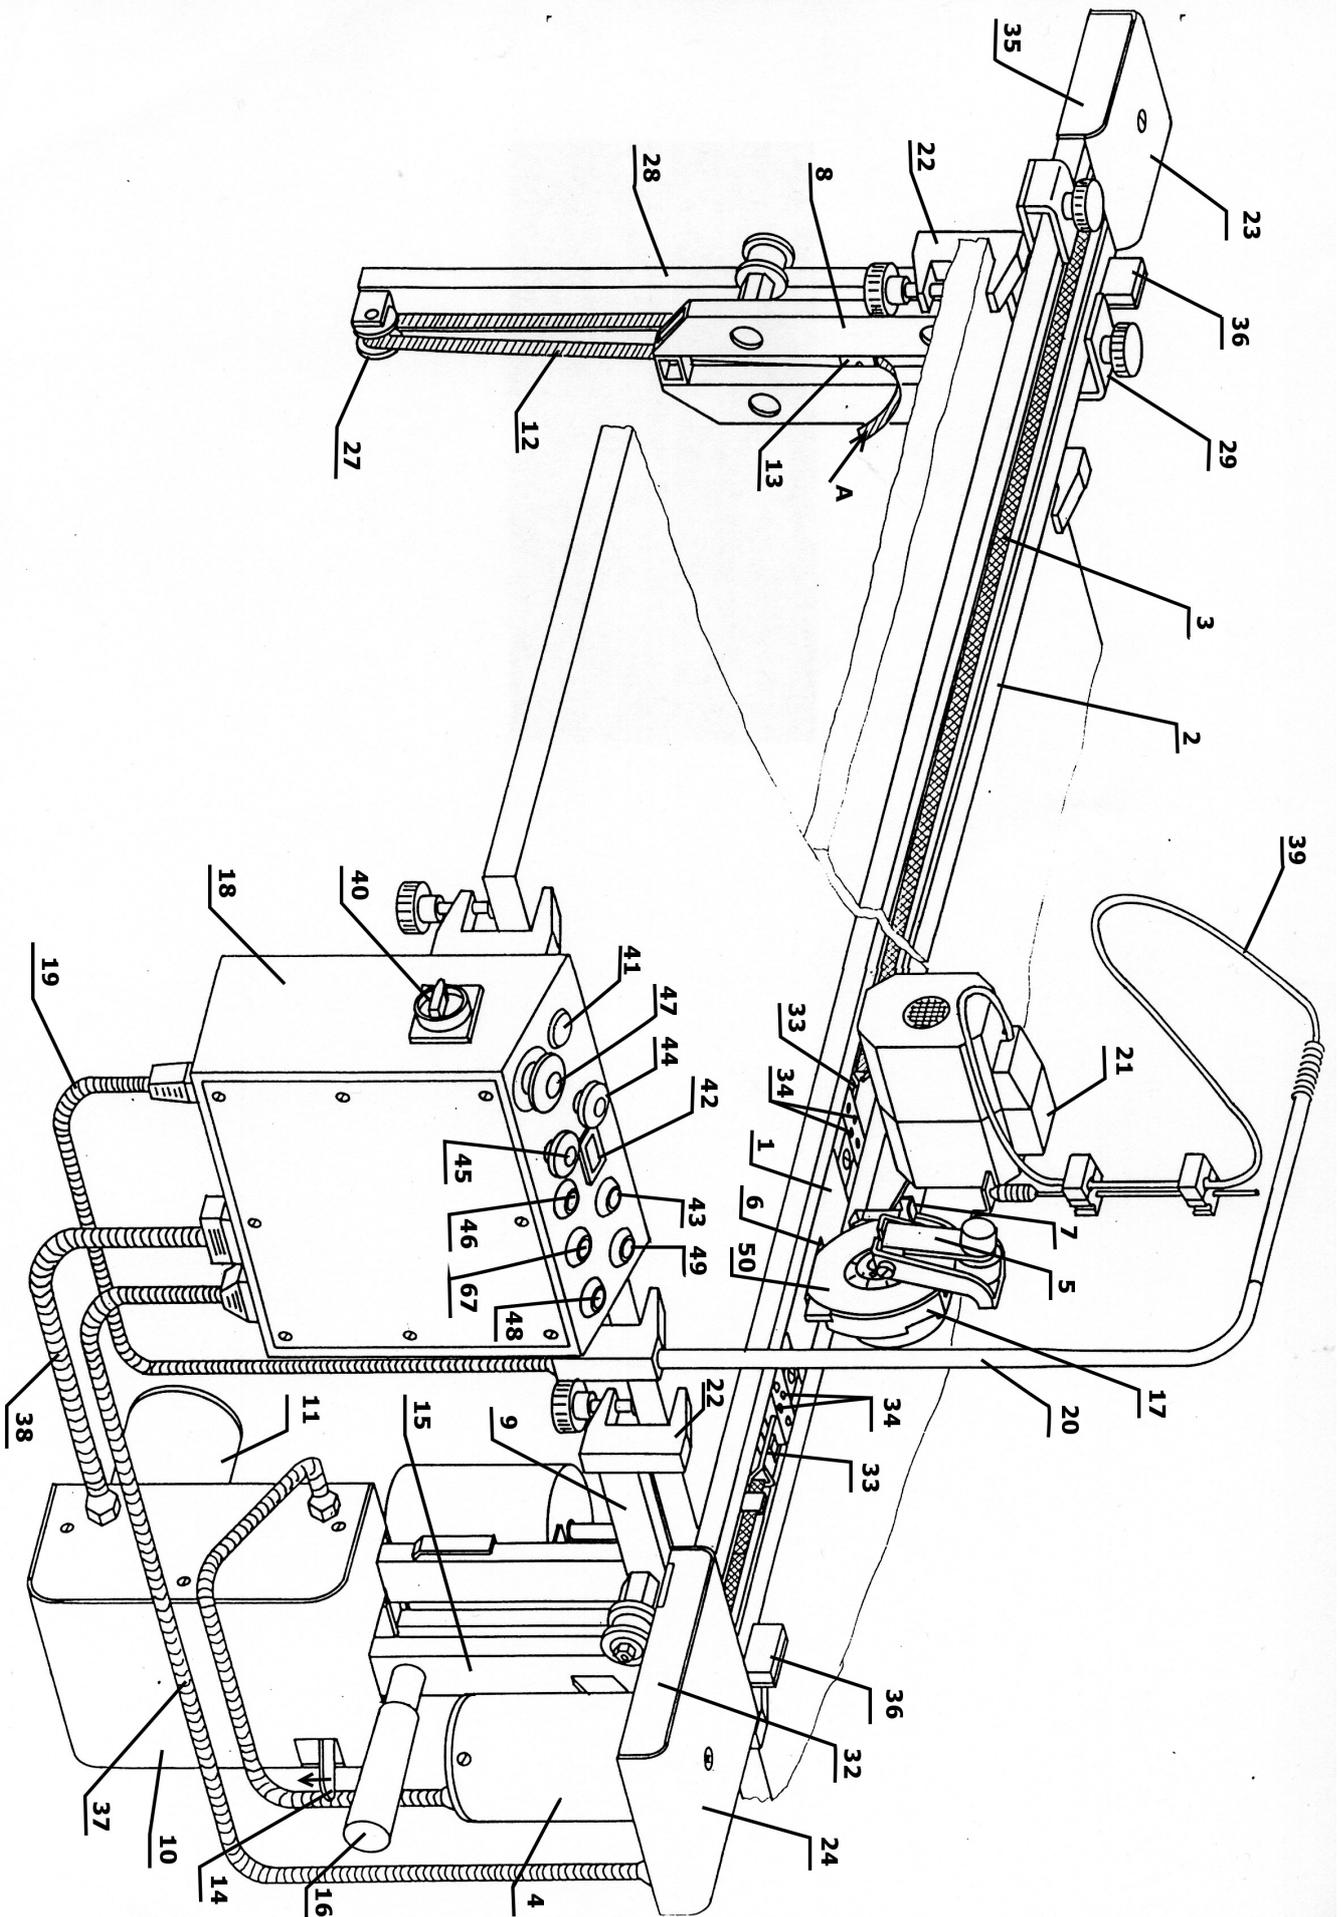
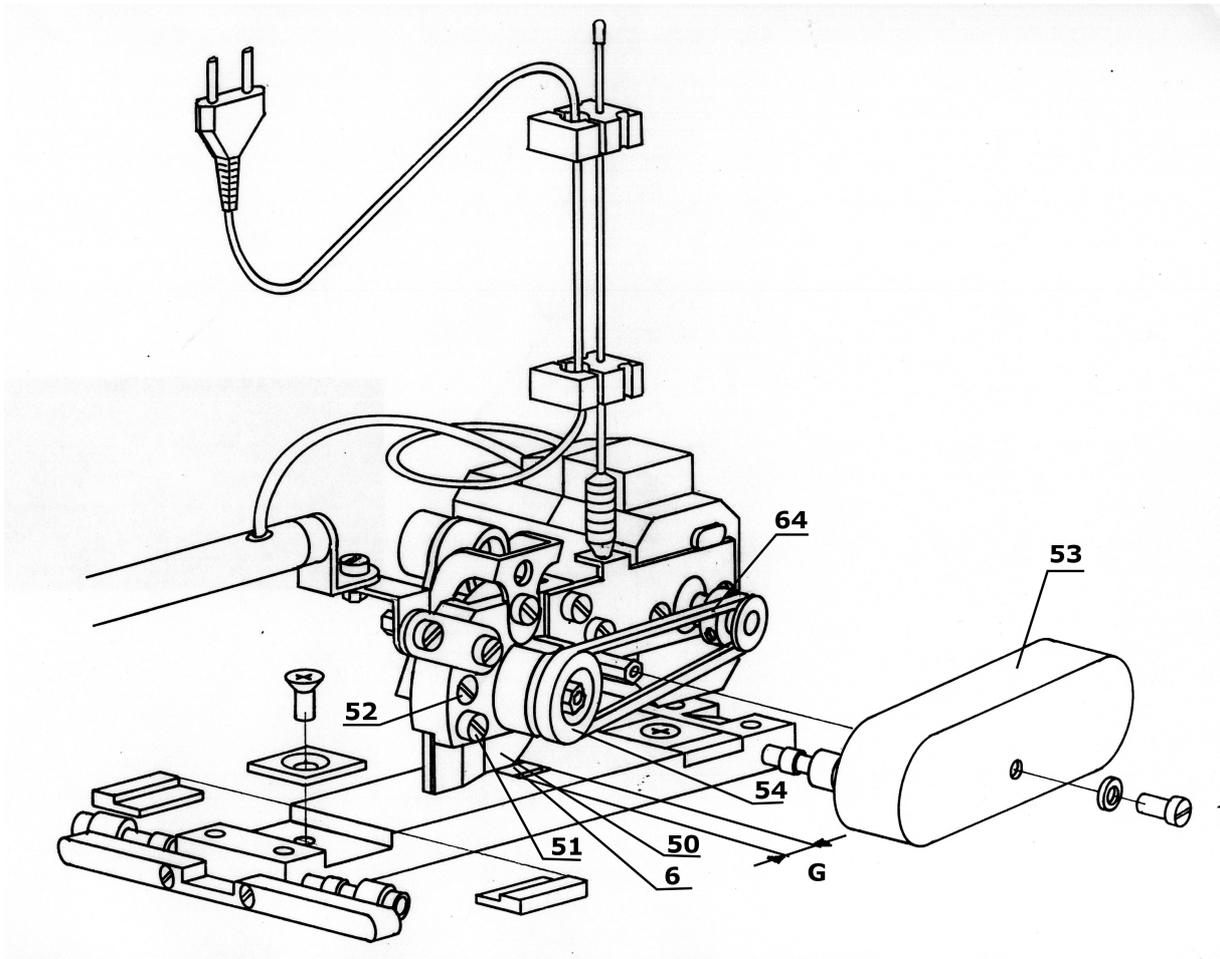
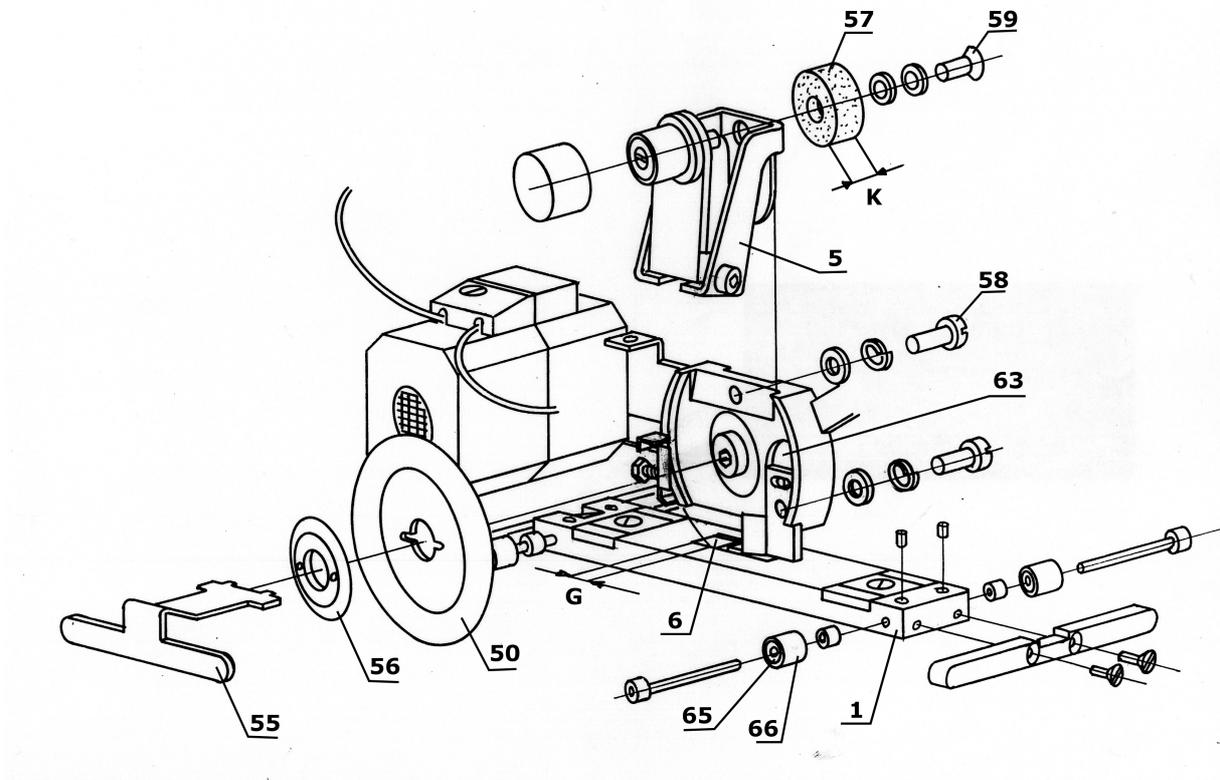
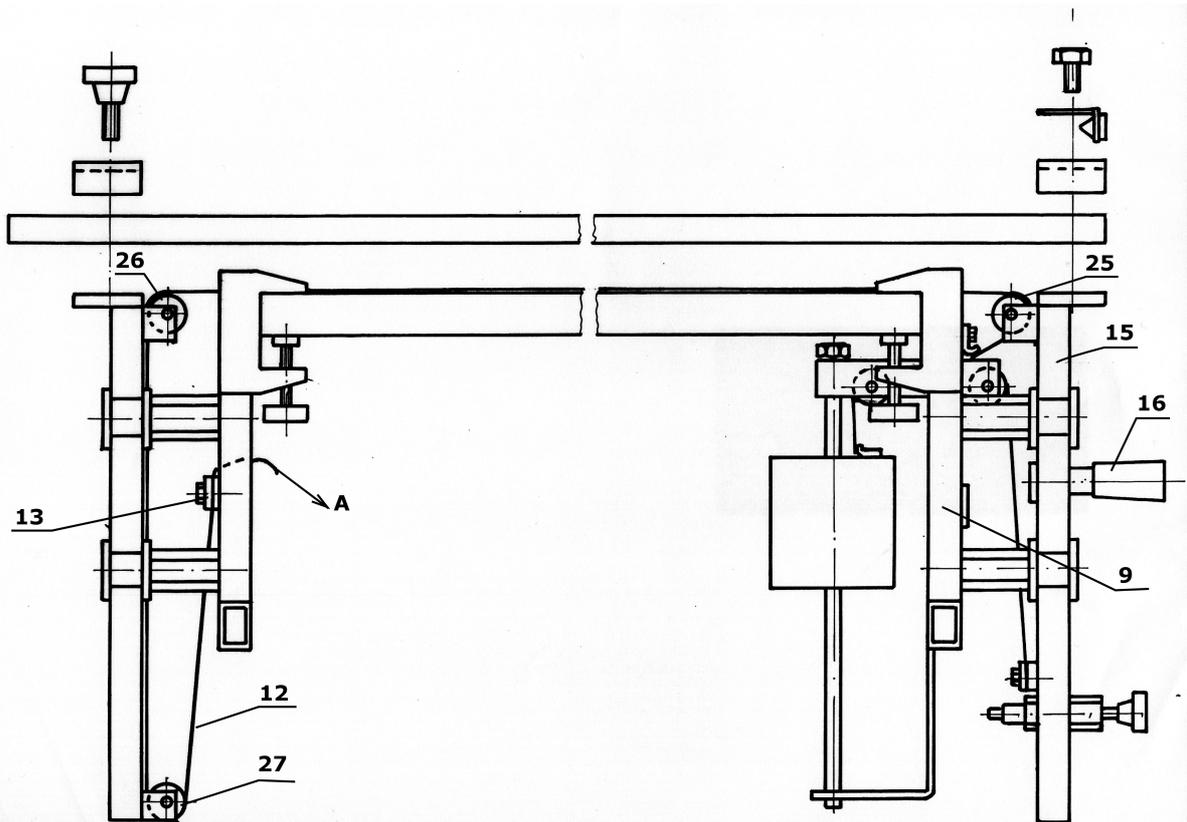

Рис. 1
Рис. 2
Рис. 3
Рис. 5
- с помощью сжимов (22) прикрепить к краю стола передний подъемник (9);
- точно напротив переднего прикрепить задний подъемник (8);
- снять кожухи (23) и (24) с планки (2) и переднего подъемника (9);
- прикрепленную к переднему подъемнику (9) несущую ленту (12) провести последовательно через ролик (25) и над столом в направлении заднего подъемника. Потом через верхний (26) и нижний (27) ролик заднего подъемника к зажимной плитке (13) – рис. 1 и рис. 5;
- на колонны (28) и (15) подъемников положить направляющую планку (2) с раскройной машиной (17) и закрепить ее с помощью лап (29) (конец планки со вспомогательным колесом (30) положить на задний подъемник) согласно рис. 1.
- натянуть несущую ленту (12), потягивая конец, показанный стрелкой «А», чтобы планка лежала всей длиной на столе. Потом сжать плитку (13) винтами при помощи ключа «8»;
- поднять и опустить направляющую планку рукояткой (16) на колонне переднего подъемника (15) – рис. 1 и рис. 5.
- включить раскройную машину выключателем (49) – рис. 1,
- придвинуть заточный камень (6) к ножу с силой, которая не вызовет останавления ножа. Заточный камень должен крутиться (время затачивания – это около 5 секунд).
**ВНИМАНИЕ!** Надо обратить внимание на то, чтобы точильная пластинка (6) постоянно прикасывалась к дисковому ножу (50). Если она не прикасывается, надо выполнить действия указанные в главе «уход за устройством» в части, касающейся подошвы.
**ВНИМАНИЕ!** Многократное затачивание ножа во время эксплуатации влияет на то, что ее диаметр уменьшается. В связи с этим изменяется (растет) расстояние «G» - рис. 3. Тогда надо провести регулировку положения ножа (50) по отношению к точильной пластинке (6) – рис. 2 и 3.
- ослабить винт (51),
- покручивая эксцентрик (52), опустить раскройную машину вниз и установить положение ножа по отношению к точильной пластинке, чтобы расстояние «G» составляло 4 мм (рис. 2),
- докрутить винт (51)
**ВНИМАНИЕ!** Если диапазон регулировки окончится надо заменить нож (50) на новый.
- снять кожух приводеого ремня (53) – рис. 2,
- снять точило (5) – рис. 3
- держа ременный шкив (54), открутить специальным ключом (который находится в принадлежностях) (55) гайку (56) – рис. 3,
Когда высота заточного камня («К» - рис. 3) будет меньше, чем 6 мм, надо заменить его новым.
- открутить винт (58) – рис. 3,
- снять точило (5),
- держа заточный камень, открутить винт (59) с прокладками,
- заменить старый заточный камень новым и прикрутить винтом (59) с прокладками,
- установить точило и прикрутить винтом (58) – рис. 3.
**ВНИМАНИЕ!** Надо отрегулировать положение заточного камня по отношению к ножу, перемещая точило вверх или вниз (впервые надо ослабить винт (58), а после регулировки докрутить).
**ВНИМАНИЕ!** Точильная пластинка в подошве должна легко перемещаться, а пружина (62) должна ее прижимать к ножу. периодически чистить пространство (63) под дисковым ножом (50) (большое загрязнение может повлиять на скорость вращения ножа) – рис. 3,
- контролировать напряжение приводного ремня (64), в случае необходимости натячь ремень – рис. 2,
- Контролировать состояние роликов (65) и беговой дорожки подошвы (1) (ролики должны легко крутиться).